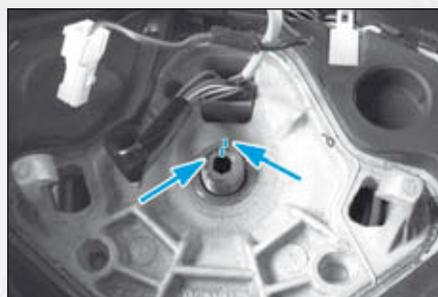

FIG.2
- Vérifier l'alignement de l'encoche (9) avec l'index (10) dans tous les cas.
- Centrer le volant en respectant son repère d'alignement avec celui de la colonne de direction (Fig.2).